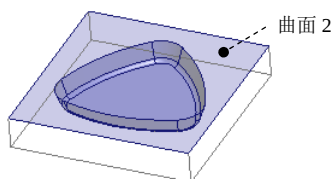

图 19.2.22 选取曲面 2
Step8. 完成上步后, 系统弹出的“封闭环”菜单, 选择 **Define (定义)** 命令, 然后在工作区中选取图 19.2.22 所示的模型表面 2, 然后系统自动返回到 **▼ CLOSURE (封合)** 菜单中, 在 **▼ CLOSURE (封合)** 菜单中选中 ☒ **Cap Plane (顶平面)** 和 ☒ **Sel Loops (选取环)** 复选框, 选择 **Done (完成)** 命令, 然后单击 **▼ CLOSURE (封合)** 菜单中的 **Done (完成)**, 最后单击“封闭环”菜单中选择 **Done/Return (完成/返回)** 命令。